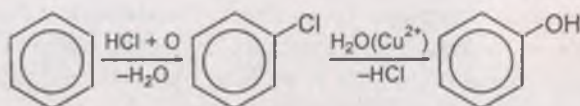

Рис. 150
- 2) из бензола по способу Рашига (рис. 150).